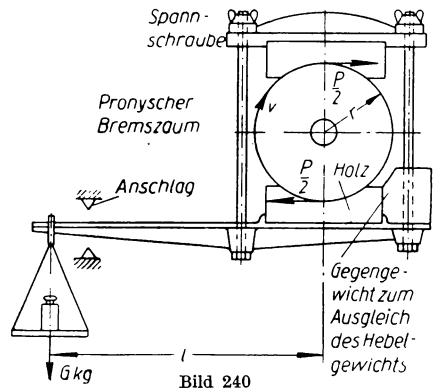

Bild 240
**Lösung:** Auf die Maschinenwelle wird eine Bremscheibe aufgesetzt. Die beiden Bremsbacken des Zaumes (Bild 240) werden durch entsprechendes Anziehen der Spannschrauben so gegen die Scheibe gepreßt, daß die Maschinenleistung bei der gewünschten Drehzahl durch die Reibung gerade aufgezehrt wird. Die abgebremste Leistung ist dann
**367.** Ein Wasserrad gibt seine Leistung durch zwei Zahnradvorgelege an eine Triebwerkswelle ab. An letzterer wurden beim Bremsversuch mit Pronyschem Zaume (Bild 240) folgende Werte gemessen: Hebellänge  $l = 90$  cm, Waagschalenbelastung  $43,5$  kg, Drehzahl  $150$  U/min. Gesucht wird a) die Bremskonstante; b) das Bremsmoment; c) die von der Triebwerkswelle abgegebene Nutzleistung